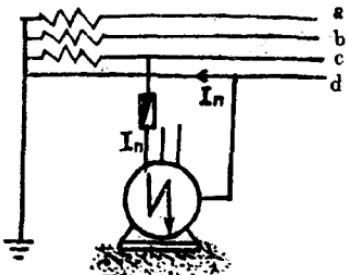

图3 防护接中性线
3. 防护接中性线（又称保护接零）：所谓保护接零，就是把电气设备的金属外壳接到变压器的中性线上（即零线上），并不直接和大地连接。这样，电气设备绝缘损坏时，电流经火线到电气设备的金属外壳和中性线（即零线），就形成单相短路。由于短路电流较大，使用电设备的保险丝熔断，用电设备金属外壳即不带电，消除了触电的危险（图3）。